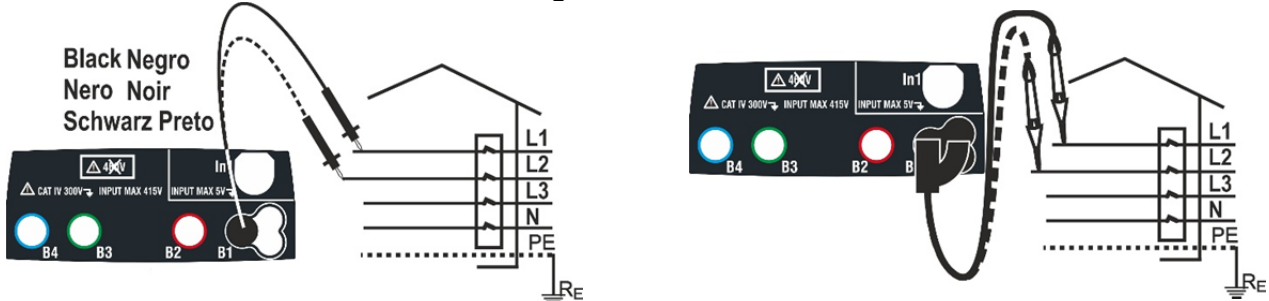

Abb. 24: Geräteanschluss zur Messung der Drehfeldrichtung mit einem Messkabel und Tastkopf
3. Führen Sie den blauen und schwarzen Stecker der Messleitungen in die entsprechenden Eingangsbuchsen B4 und B1 des Messgerätes (2T Messung) ein. Führen Sie an den freien Kabelenden die entsprechenden Krokodilklemmen oder Messleitungen ein. Sie können auch den Tastkopf benutzen, indem Sie dessen mehrpoligen Steckverbinder in die Eingangsbuchse B1 einführen. Verbinden Sie die Krokodilklemmen, die Messkabel oder den Tastkopf mit der Phase L1 und N wie in Abb. 24 und Abb. 25.
Verbinden Sie die Krokodilklemmen, die Messkabel oder den Tastkopf mit der Phase L2 und N wie in Abb. 24 und Abb. 25.